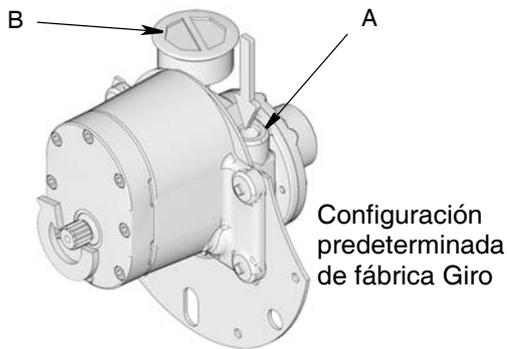

FIG. 12
NOTA: Cuando se acciona el carrete, la bobina debe enrollarse en la dirección que permite a la manguera girar hacia la bobina. La configuración predeterminada de fábrica del carrete es el giro en sentido antihorario del motor si se mira desde la parte de la bobina del motor (extremo opuesto al eje del motor). Consulte FIG. 12.
- Motores neumáticos: invierta las piezas de entrada y del silenciador en el motor neumático (FIG. 12, page 23).